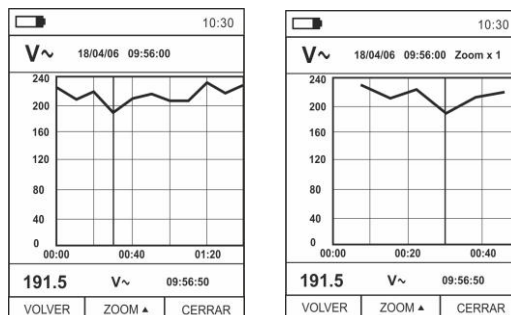

Fig.39: Función data logger – Visualización gráfico registro
17. Pulse la tecla **MODE/VFD (TREND)** para visualizar en pantalla el gráfico del registro y el relativo desarrollo en el tiempo (Trend). La pantalla de Fig. 39 – parte izquierda se muestra en el visualizador:
19. Pulse la tecla ▲ (**ZOOM**) para activar (si estuviera disponible) el Zoom de los valores en el gráfico (ver Fig. 39 – parte derecha) para aumentar la resolución. La indicación "Zoom xY" en la cual Y = dimensión máxima de zoom aparece en la parte superior del visualizador. Es posible un zoom X1 para al menos 10 puntos de medida, X2 para al menos 20 puntos de medida, X3 para al menos 40 puntos de medida y así sucesivamente para un máximo de 6 operaciones de zoom